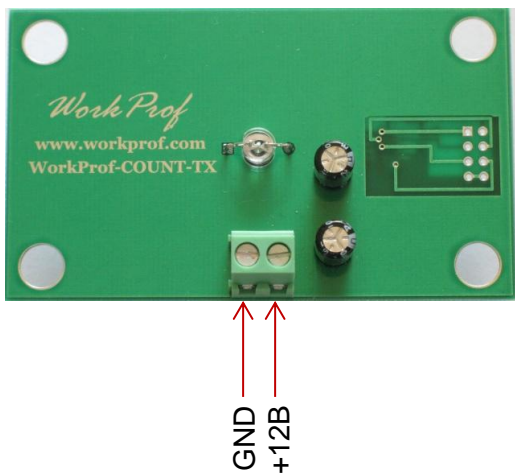
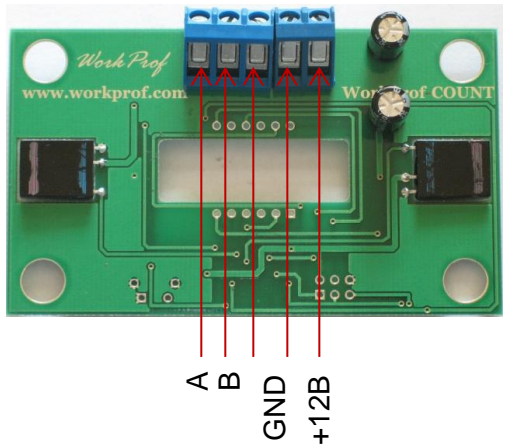

Рис. 2
Рис. 3
4. Подключите информационные кабели и питание к ИК - передатчику (Рис. 2) и ИК - приемнику (Рис. 3) через монтажную коробку.
- o ИК-приемник (рис.2) 1 шт,